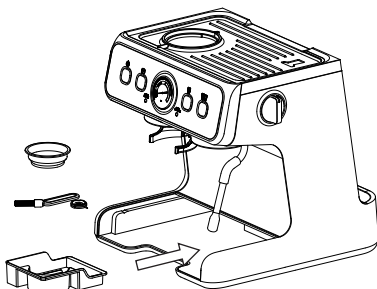

Abb. 8
Die Maschine ist mit einem Werkzeugkasten (15) ausgestattet, der zur Aufbewahrung von Reinigungsstiften und Reinigungsbürsten dient. Einzel- und Doppeltassenfilter können ebenfalls im Werkzeugkasten aufbewahrt werden. Der Werkzeugkasten befindet sich im linken unteren Teil des Geräts, wo du ihn herausziehen kannst, wenn du die Tropfschale aus der Maschine nimmst (Abb. 8).